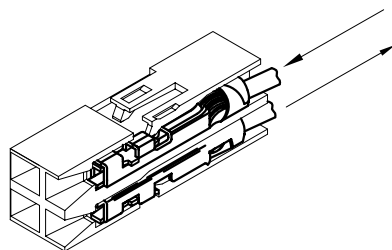

FIGURE 1
4. TO LATCH TERMINAL PUSH AS SHOWN IN FIGURE 1, BE SURE THAT LATCH SNAPS DOWN.